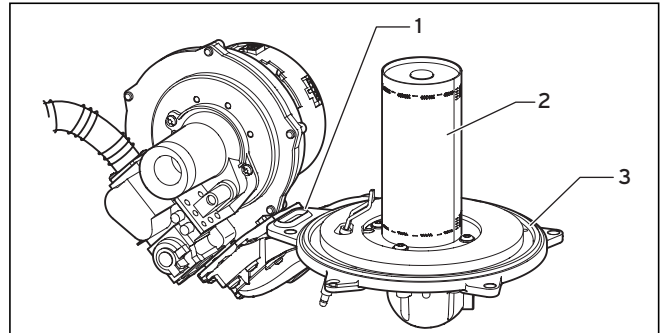

Рис. 8.4 Проверка горелки
- Замените уплотнения (1) и (3) в дверце горелки (см. рис. 8.4).